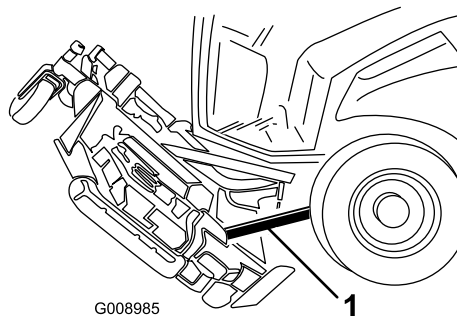

Figure 137
6. Placez une cale en bois entre l'arrière du plateau et la machine (Figure 137).